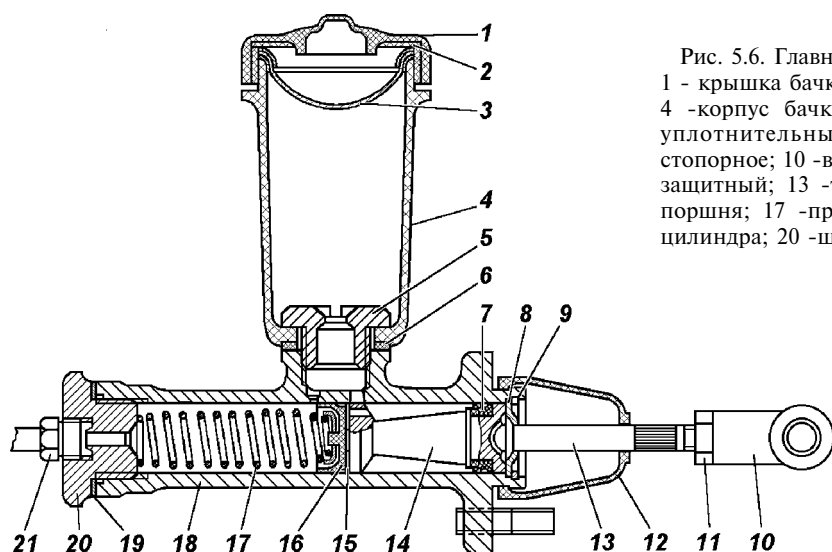

Рис. 5.6. Главный цилиндр выключения сцепления:
- снимите крышку 1 (рис. 5.6) и сетчатый фильтр 3 наполнительного бачка;